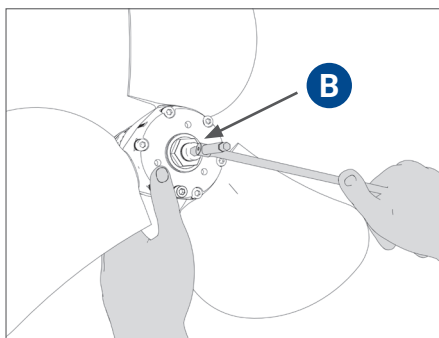

FIG. 5 Avvitare bullone di sicurezza (Sail-Drive)
- Viene fornito un bullone di sicurezza con rondella speciale antisvitamento **B** che deve essere avvitato dopo aver eseguito il serraggio del dado **A** (**Fig. 5**).